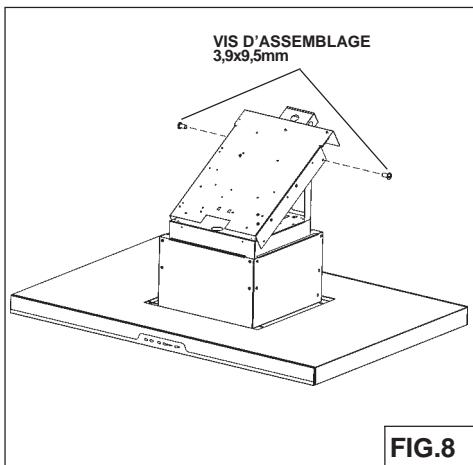

FIG.8
1. Enlevez le boîtier électrique du cadre de la cheminée en retirant (2) vis de 3,9 x 9,5 mm. (Fig. 8).